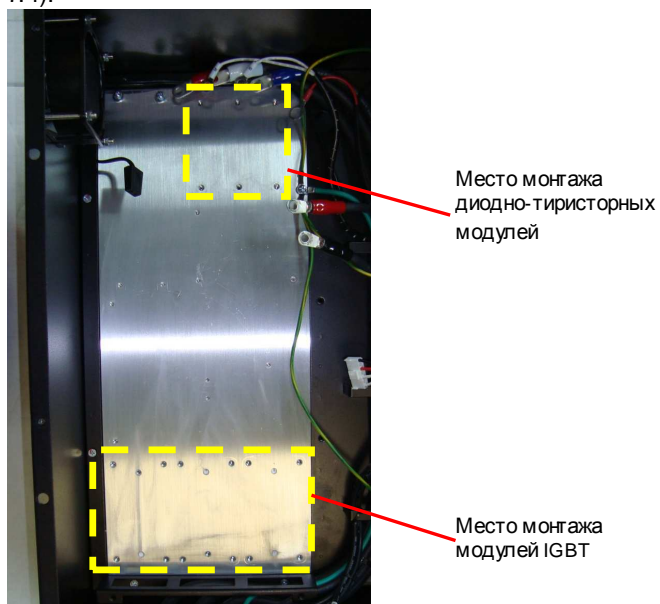

Рис. 7.4. Места установки силовых модулей.
7.5.1. Протереть радиатор в месте монтажа модулей IGBT салфеткой, смоченной СБС (рис. 7.4).
7.6.1. Протереть радиатор в месте монтажа модулей салфеткой, смоченной СБС (рис. 7.4).